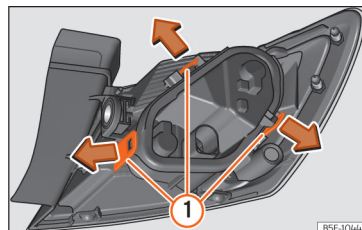

Abb. 64 Befestigungslaschen Rückseite Heckleuchte.
- Bauen Sie den Lampenträger » **Abb. 64** aus, indem Sie die Befestigungslaschen **①** entriegeln.